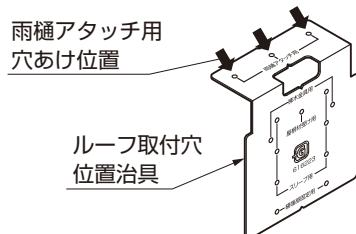

図11-26
①ルーフ取付穴位置治具を樋にあて、ケガキ、ドリルで水抜き穴 ϕ 36と雨樋アタッチA取付穴 ϕ 3.2をあけてください。(図11-26、11-27参照)